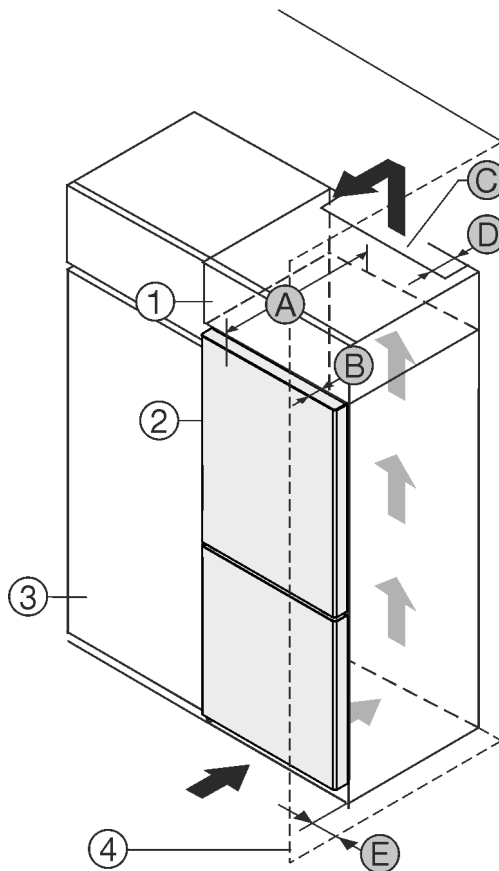

Fig. 1
Prietaisą galite statyti iš karto šalia virtuvės spintelės Fig. 1 (3).
Galinėje uždedamos spintelės pusėje turi likti tarpas ventiliacijai, kurio gylis Fig. 1 (D) būtų per visą uždedamos spintelės plotį.
Po patalpos lubomis turi būti laikomasi vėdinimo angos skerspjūvio Fig. 1 (C).
Jei prietaisas su lankstais statomas greta sienos Fig. 1 (4), mažiausias atstumas tarp prietaiso ir sienos turi būti 13 mm.
Jei prietaisas su lankstais statomas greta sienos Fig. 1 (4), mažiausias atstumas tarp prietaiso ir sienos turi būti 20 mm.
Kad durys atsidarytų iki galo, palyginti su šaldytuvo priekiu, prietaisas turi išsikišti bent per savo durų gylį Fig. 1 (B). Priklausomai nuo virtuvės spintelė Fig. 1 (3) gylis ir atstumą iki sienos nustatančių detalių naudojimo, prietaisas gali išsikišti daugiau.